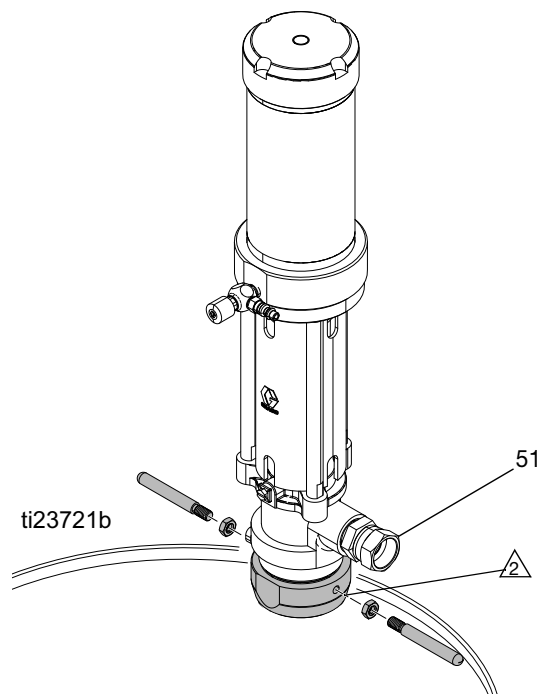

FIG. 7
4. Lubrificare il diametro interno dell'adattatore del fusto e le filettature per il montaggio. Installare le impugnature e serrare i controdadi. Installare le impugnature e serrare i controdadi. Assicurarsi che la guarnizione sia correttamente collocata e avvitare stretto l'adattatore fusto (51) nel foro del tappo del fusto. Inserire la pompa nell'adattatore e fissarla. Vedere FIG. 7.